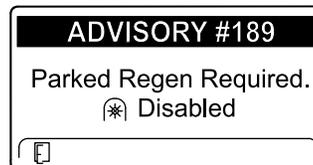

Figura 49
- Se não efetuar uma regeneração em estacionamento dentro de 2 horas, o InfoCenter indica que é necessária uma regeneração em estacionamento – tomada de força desativada AVISO N.º 189 (Figura 49).